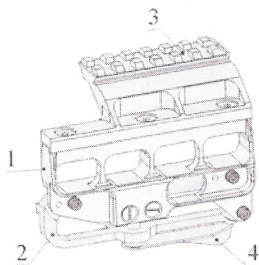

Рис.4 Кронштейн АК-ПК с планкой «Пикатинни»
1.4.1.2 Кронштейн АК-ПК ЕКВД.203129.003-01 (рис. 4)
При отсутствии на оружии посадочного места типа «планка Пикатинни» для установки прицела используют переходной кронштейн АК-ПК. Приведение прицела, кронштейна АК-ПК в боевое положение на оружии проводить в следующей последовательности: открыть сумку; извлечь прицел, установленный на кронштейне АК-ПК и установить на стрелковое оружие. Для подгонки кронштейна к оружию в узле фиксации 4 (рис.4) необходимо сдвинуть защелку при помощи ключа в плоскости прилегания и, освободив ее из-под головки винта, снять, переставить рукоятку на такое количество зубцов, которое обеспечивает прочное крепление, исключая